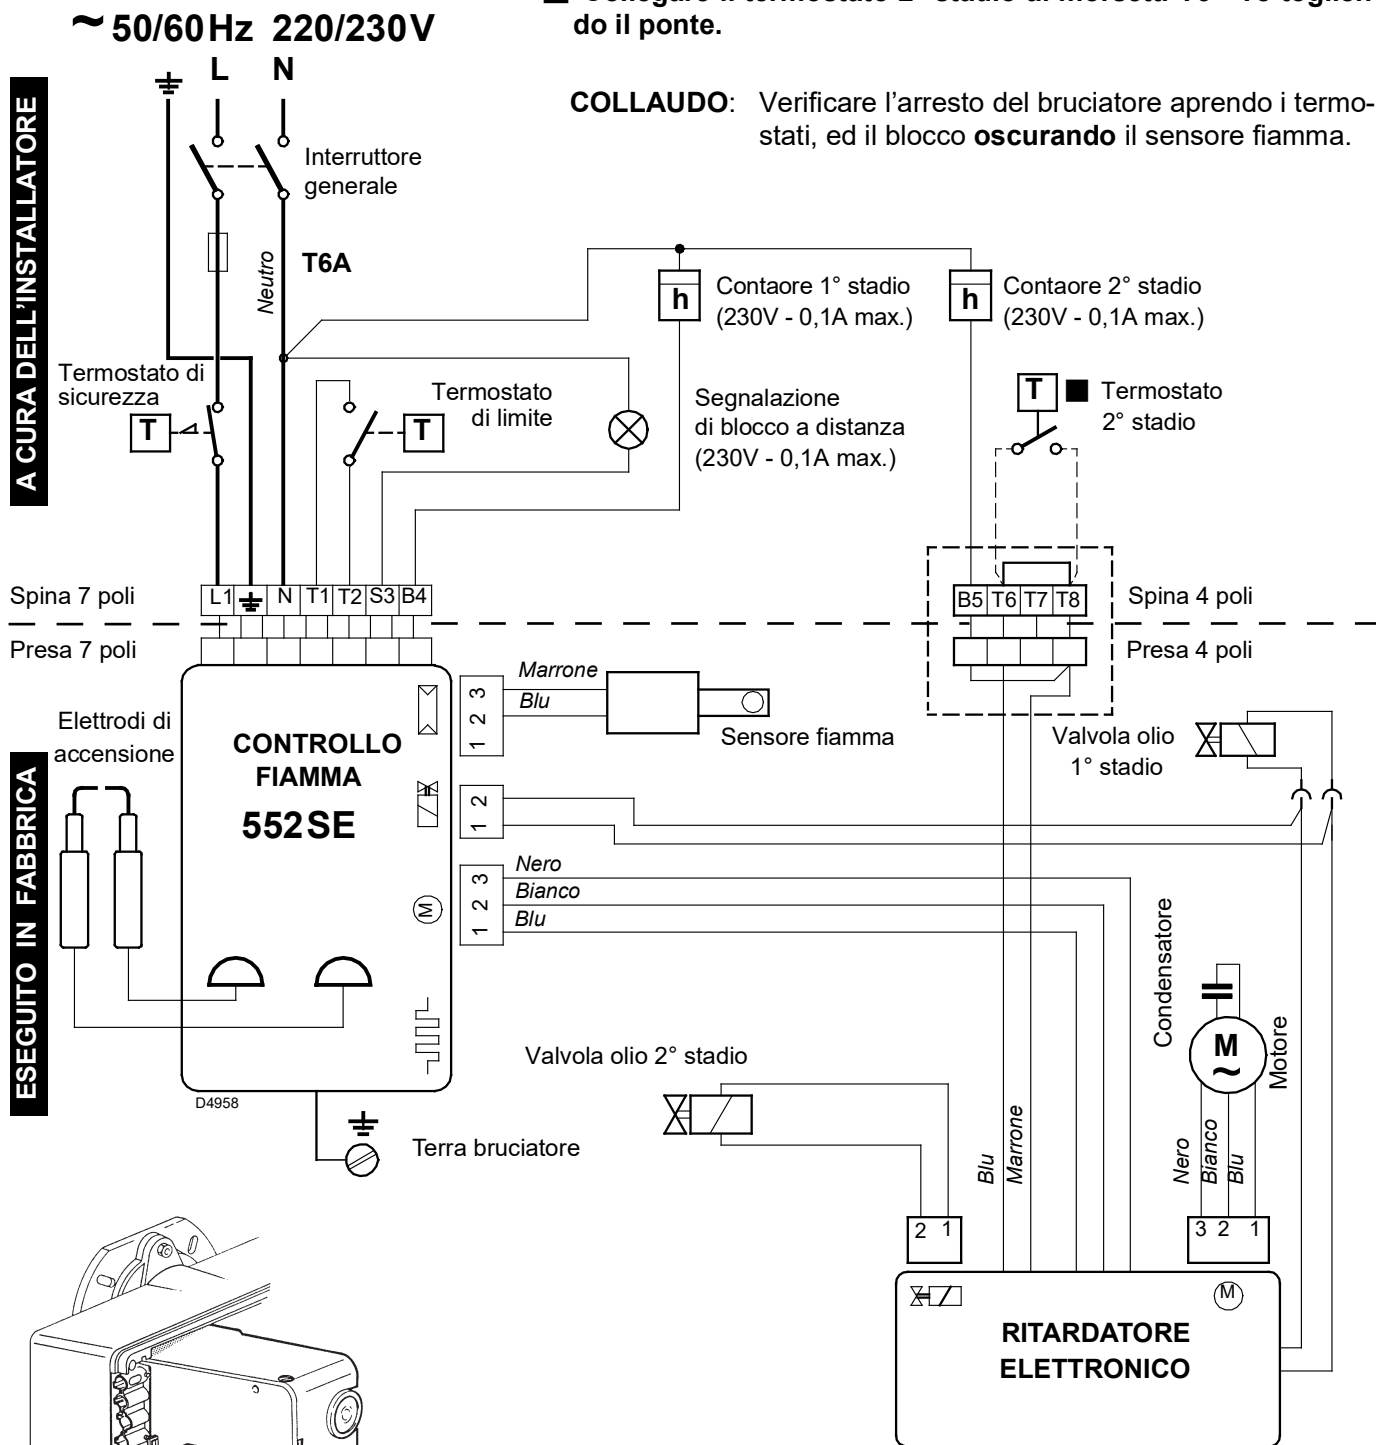

Fig. 11
Per togliere il controllo fiamma dal bruciatore allentare la vite (A, Fig. 11) dopo aver sconnesso tutti i componenti, la spina a 7 poli ed il filo di terra. In caso di smontaggio del controllo fiamma riavvitare la vite (A) con una coppia di serraggio da 1 ÷ 1,2 Nm.